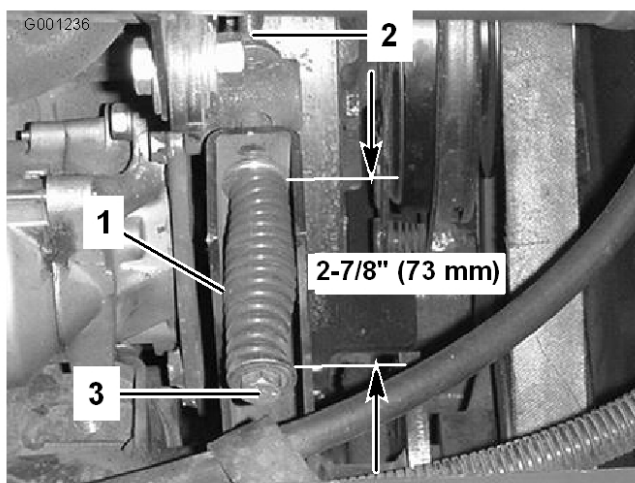

Bild 63
3. Lösen Sie die Klemmmutter der Spannstange (Bild 63).
4. Ziehen Sie die Riemenspannungsfeder mit einem 0,5 Zoll Schraubenschlüssel an oder lösen Sie sie (Bild 63). Stellen Sie die Feder auf eine Länge von 73 mm ein.
4. Lösen Sie die Riemenspannungsfeder mit einem 0,5 Zoll Schraubenschlüssel (Bild 63).
6. Setzen Sie den neuen ZWA-Riemen auf und ziehen Sie die Spannscheibenfeder auf 73 mm an (Bild 63).
7. Ziehen Sie die Klemmmutter fest (Bild 63) und schließen Sie die Motorhaube.